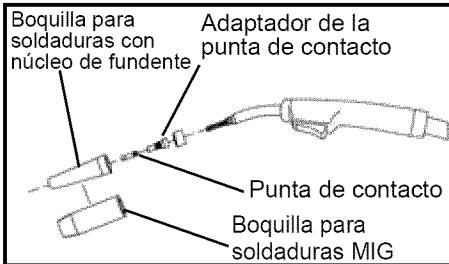

Fig. 3
2.1 Retire la boquilla y la punta de contacto del extremo de la unidad del soplete. (Fig. 3)
2.21 Instale la boquilla adecuada en la unidad del soplete (Fig. 3).